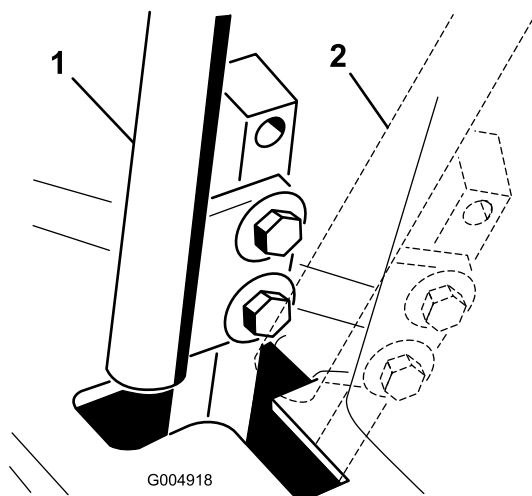

Figura 63
4. Mettete una leva in folle **senza bloccarla** (Figura 63).
6. Controllate dove la leva di comando corrisponde alla tacca nella console (Figura 63). Dev'essere al centro, e consentire lo spostamento della leva verso l'esterno, in posizione di bloccaggio in folle.